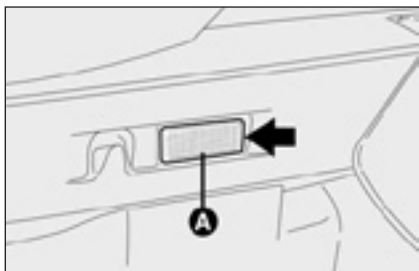

рис. 33
- ☐ снимите корпус **А-рис. 33**, повернув кольцо, следуя по стрелке, как показано на рисунке.
- ☐ закрепите корпус **А-рис. 33**, правильно установив сначала один конец, а затем другой так, чтобы корпус оказался в исходном положении.